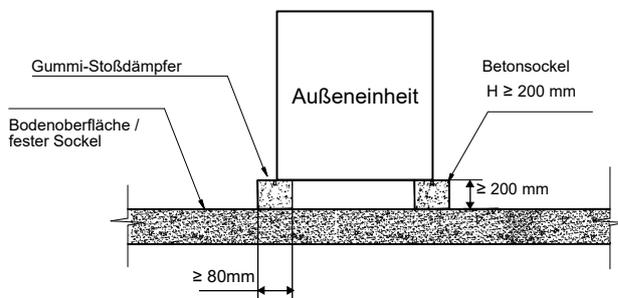

Abb. 6-5: Vorderansicht auf den Sockel
- 4) In Abb. 6-5 wird ein typische Betonsockelkonstruktion dargestellt. Die dafür geeignete Betonzusammensetzung ist 1 Teil Zement, 2 Teile Sand und 4 Teile Schotter mit Stahlbewehrung. Achten Sie darauf, dass die Sockelkanten abgeschrägt sind.